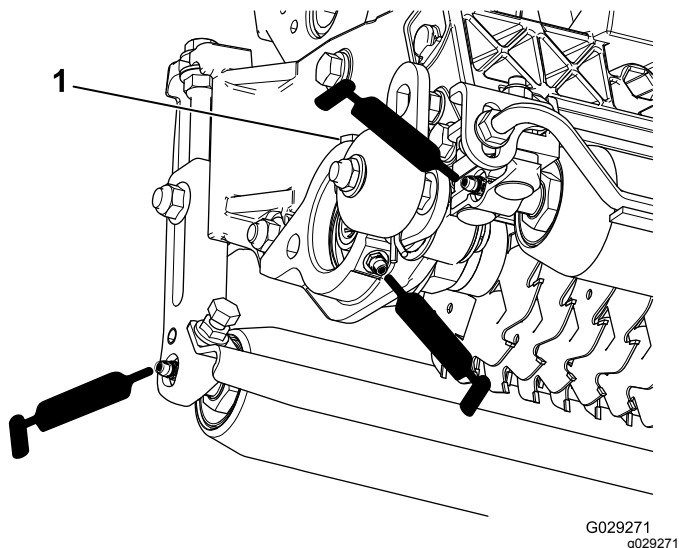

图13
每个切根刀带有 5 个黄油嘴 图13 必须每周使用 2 号锂基润滑脂润滑。
2. 涂抹润滑脂直至滚筒密封件和轴承泄压阀外面看得到干净的润滑脂 图13。